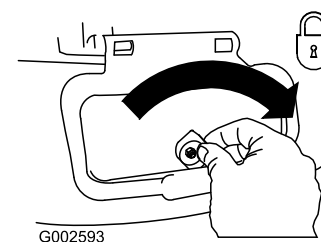

Figura 27
**Importante:** Bloquee la puerta de descarga lateral después de cerrarla (Figura 27).